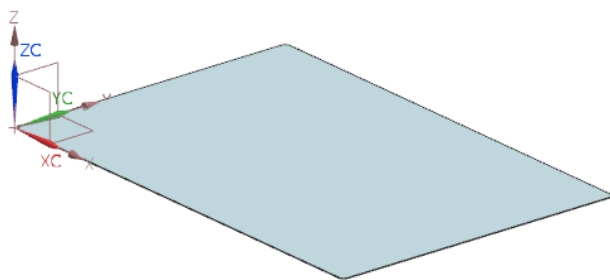

图 2-28 创建突出块特征
(5) 在“突出块”对话框中，单击 **确定** 按钮，创建突出块特征，如图 2-28 所示。